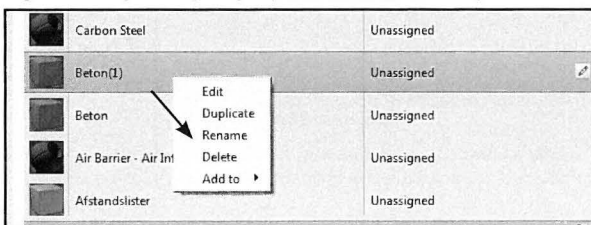

Fig. 05.24. Højreklik og vælg Rename for at omdøbe det nye materiale.
- Højreklik på det ny-oprettede materiale og vælg Rename (Fig. 05.24).